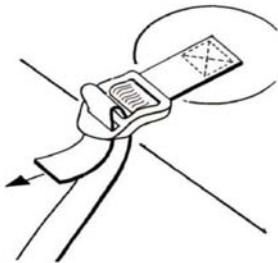

FIGURE 2
1. Déployer le sac à bagages sur une surface lisse et propre et attacher les assemblages de courroie d'arrimage comme illustré à la figure 2.